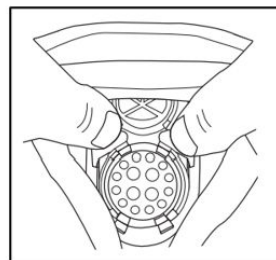

Fig.16
2. Pour remplacer, placer l'ensemble coquille nasale sur l'ensemble lentille en alignant la rondelle en plastique rigide de la coquille avec l'ensemble verre et appuyer fermement sur les languettes centrales jusqu'à ce que les languettes inférieures de la coquille nasale s'enclenchent en place (fig. 16).
9. Remettre la coquille nasale en place (fig. 16).
6. Remettre la coquille nasale en place (fig. 16).
13. Remettre la coquille nasale en place (fig. 16).